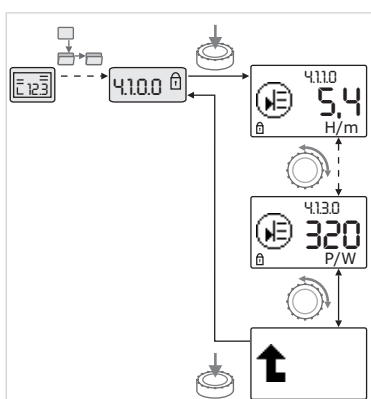

Рис. 40: Вызов информации
- Вращая красную кнопку, можно управлять элементами типа «Информация» текущего подменю (см. рис. 40). Пояснения настроек, обозначенных символами, см. в таблице в главе 8.7 «Указатель элементов меню» на стр. 216.